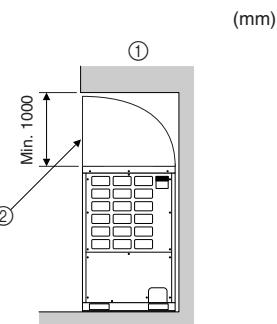

Fig. 2-5
- Om det endast finns ett begränsat utrymme mellan enheten och hindret (Fig. 2-5)